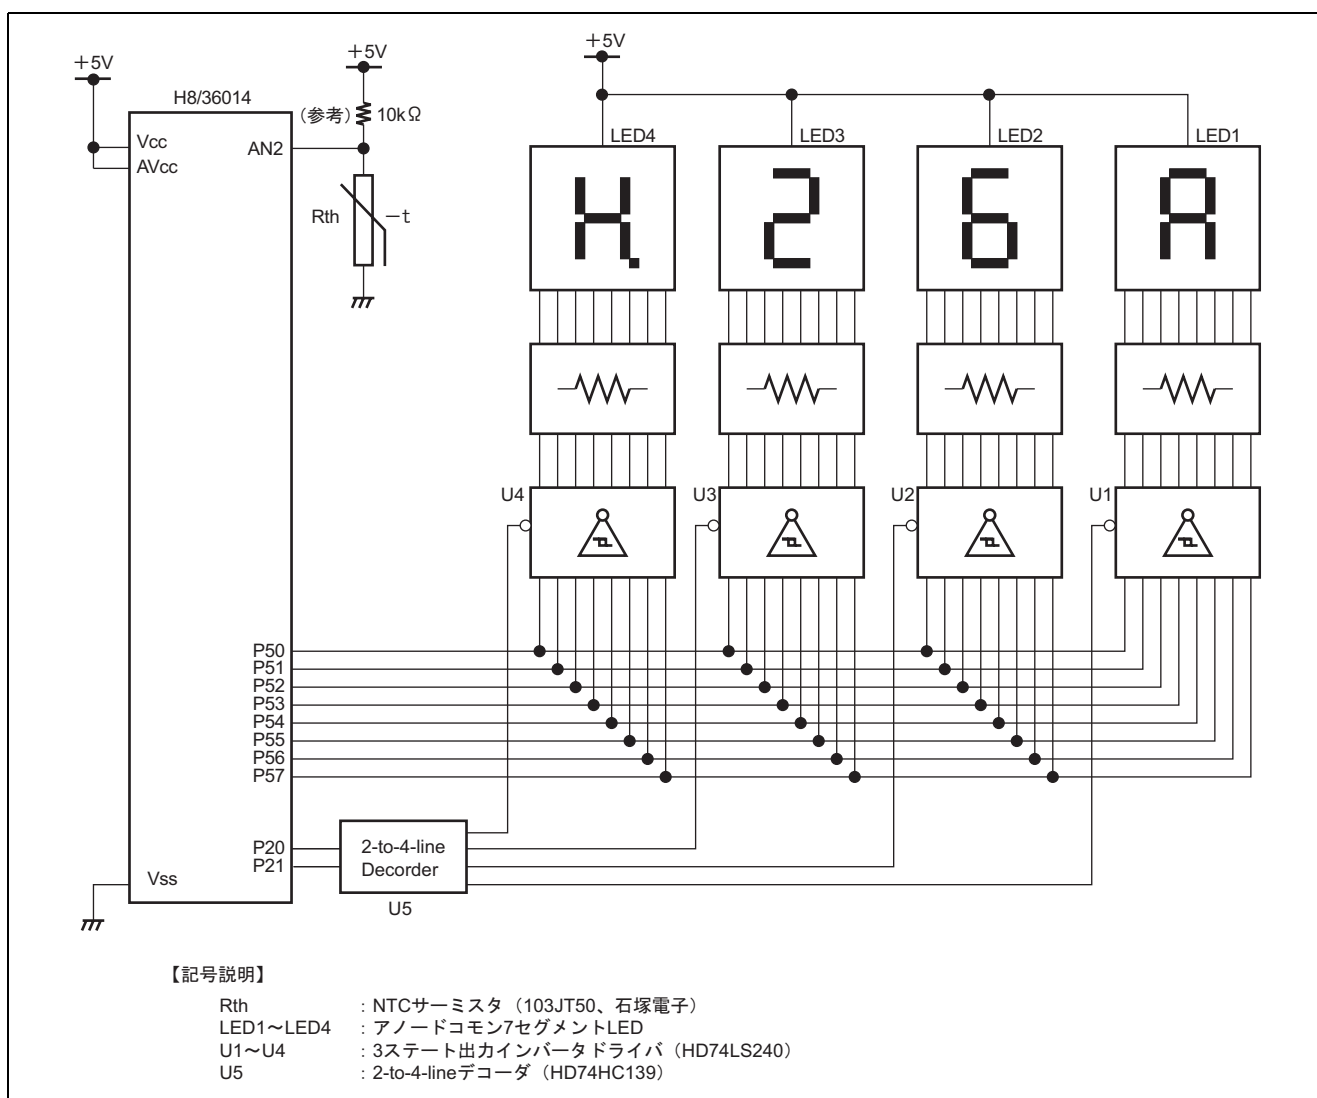

図 1.1 ハードウェア構成
1. 図 1.1 にサーミスタ接続例のハードウェア構成を示します。図 1.1 に示すように、抵抗および NTC サーミスタをアナログ入力端子 2 (AN2 端子) に接続します。